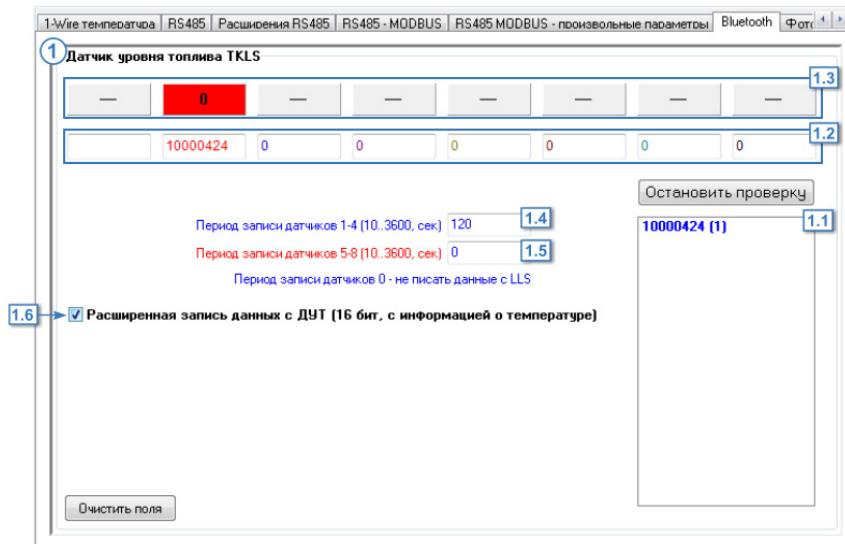

Рис.44. Вкладка «Bluetooth».
- на вкладке нажать кнопку «Начать проверку». Устройство начнет поиск датчиков TKLS. Серийные номера и адрес найденных датчиков появятся в списке 1.1 (Рис.44);
- используя левую кнопку мыши, перетащить серийные номера датчиков из списка найденных в ячейки соответствующих датчиков (Рис.44, п. 1.2). Ячейки с адресами приведены по порядку – сперва Датчика 1, затем Датчик 2 и т. д. Всего может быть настроено до 8 датчиков уровня топлива. Показания датчика, адрес которого задан в ячейке Датчика 1, будут записываться как записи LLS1 в приборе «АвтоГРАФ».
- проверить корректность установки адресов, повторно запустив проверку. Показания датчиков, адреса которых прописаны в конфигураторе, появятся в программе. Цвет ячейки с показаниями меняется в зависимости от состояния опроса (Рис.44, п. 1.3):
- в поле «Период записи датчиков 1-4» (Рис.44, п. 1.4) задать период записи показаний с датчиков 1-4 в память прибора. Минимальный период – 10 секунд, максимальный период – 3600 секунд, 0 не писать данные. Данная настройка дублируется на вкладке «RS-485».
- в поле «Период записи датчиков 5-8» (Рис.44, п. 1.5) задать период записи показаний с датчиков 1-4 в память прибора. Минимальный период – 10 секунд, максимальный период – 3600 секунд, 0 не писать данные. Данная настройка дублируется на вкладке «RS-485».
- если вместе с показаниями датчика прибор «АвтоГРАФ» считывает с датчика и показания температуры, то включить опцию «Расширенная запись данных с ДУТ» (Рис.44, п. 1.6). Разрядность данных в этом случае увеличится до 16 бит.